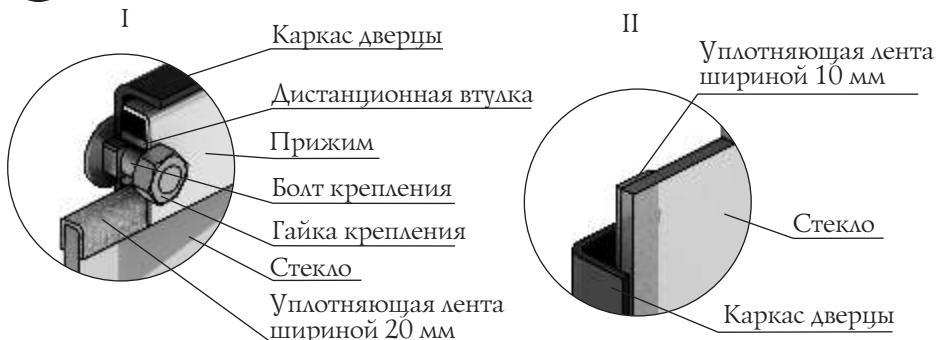

Рисунок 19. Крепление светорозрачного экрана дверцы модели «Тунгуска Витра»
1. Открутите две гайки, фиксирующие прижим (рисунок 19.I), и демонтируйте его и дистанционные втулки.
3. Возьмите новое стекло, если на нем нет уплотняющих лент, наклейте их: лента шириной 20 мм наклеивается сверху и снизу стекла «П»-образно (рисунок 19.I), лента шириной 10 мм наклеивается вертикально, вдоль боковых сторон стекла (рисунок 19.II).
- Вставить стекло в упор, при этом лента наклеенная с боковых сторон (вертикальная) должна быть зажата между стеклом и каркасом дверцы (рисунок 19.II).
ВНИМАНИЕ! Гайки крепящие прижим накручиваются на болты крепления через дистанционные втулки (рисунок 19.I).